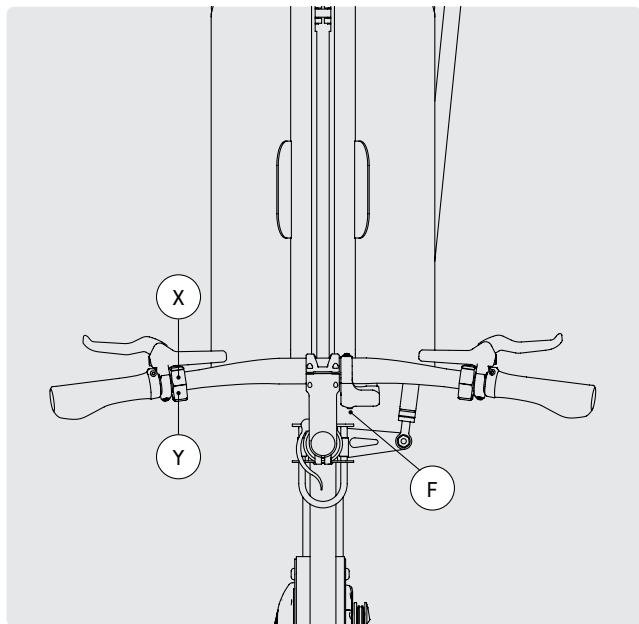

FIG. 18
Le guidon du Motor porte deux éléments de commande pour l'utilisation du système d'entraînement. Un interrupteur avec deux touches installé sur le côté gauche du guidon et au centre un écran avec une touche (Fig. 18).
**Augmenter l'assistance** → Appuyez sur la touche X (Fig. 18).
**Diminuer l'assistance** → Appuyez sur la touche Y (Fig. 18).
→ Appuyez sur la touche de fonction F de l'écran pour sélectionner une option de menu (Fig. 18).